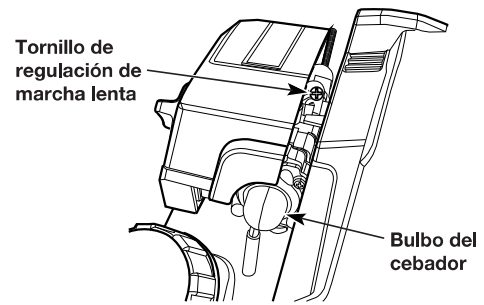

Fig. 26
- Si el motor se detiene, aumente la velocidad de funcionamiento en marcha lenta. Con un pequeño destornillador Phillips gire el tornillo en el sentido de las agujas del reloj, 1/8 de giro por vez, hasta que el motor funcione en marcha lenta suavemente (Fig. 26). Si el cabezal de corte gira mientras el motor funciona en marcha lenta, reduzca la velocidad en marcha lenta. Gire el tornillo de la velocidad en vacío en el sentido contrario a las agujas del reloj, 1/8 de giro por vez, hasta que el cabezal de corte deje de moverse (Fig. 26).